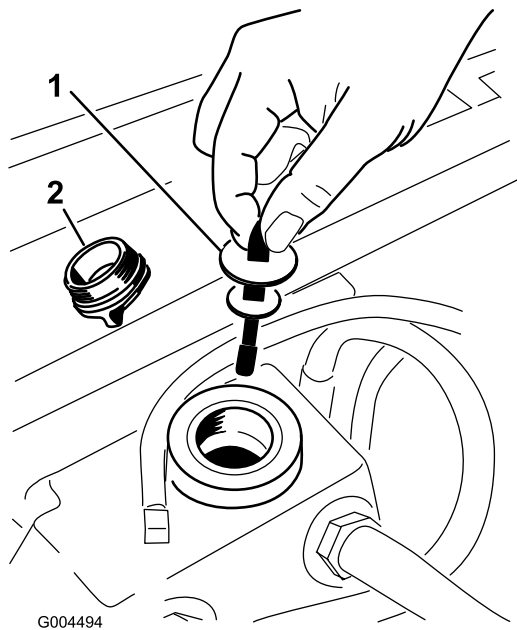

図 70
3. 油圧オイル補給口のキャップ(図70)を取る。
4. ディップスティックを抜き、ウェスで一度きれいに拭く(図 70)。
5. もう一度首に差し込んで引き抜き、オイルの量を点検する(図 70)。